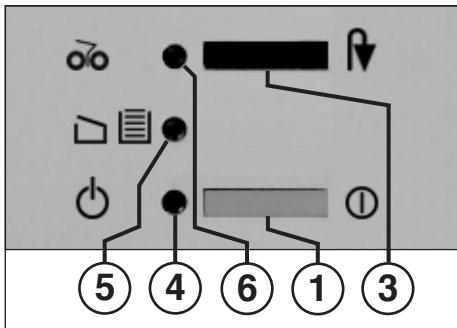

Fig. 1
1 = Tryckknapp (Fig. 1)
3 = Tryckbrytare (Fig. 1)
4 = Kontrollampa (Fig. 1)
5 = Kontrollampa (Fig. 1)
6 = Kontrollampa (Fig. 1)
- Slå på strömmen med tryckknappen (1) (Fig. 1). Kontrollampen (4) (Fig. 1) tänds.
av Kontrollangivelsen „Behållare full“ / „Dörr öppen“ (5) (Fig. 1) **blinkar**. För att indikera det stoppade skärverket tänds samtidigt kontrollangivelsen "Pappersstockning" / "Stopp" (6).
- Skjut in skjutramen med uppsamlingsåsen och stäng dörren. Kontrollindikeringen (5) släcknar (Fig. 1).
- Tryck kort på tryckbrytaren „Bakåt“ / „Stopp“ (3). Skärverket sönderdelar resten som är kvar i inmatningsenheten och kopplas sedan från. Kontrollangivelsen (6) släcknar. Sönderdelningen kan nu fortsättas.
- Kontrollindikeringen (6) tänds (Fig. 1).
- Tryck **konstant** på tryckbrytaren "Bakåt" / "Stopp" (3) och ta samtidigt ut dokumenten som matats tillbaka från maskinen.
- När de har tagits bort går skärverket automatiskt framåt, sönderdelar den rest som är kvar i inmatningsenheten och kopplas sedan från. Kontrollangivelsen (6) (bild 1) släcknar.